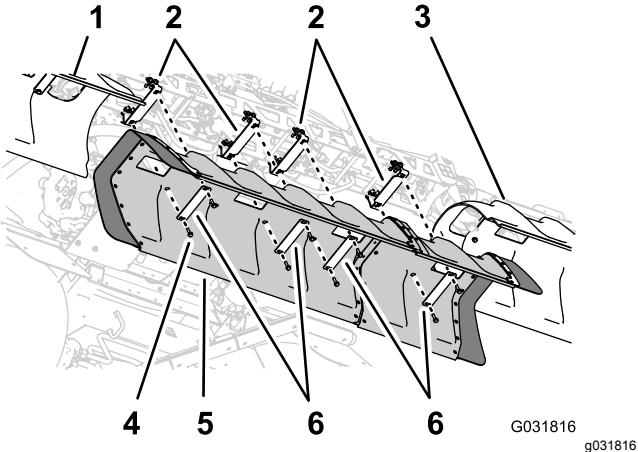

Figura 237
- Alinee los orificios de la cubierta de la sección central con los orificios del soporte de la cubierta de la sección central (Figura 237).
- Alinee los orificios de 2 de las pletinas de sujeción que retiró en el paso 1 de 10 Retirada de la cubierta de la sección central \(11 boquillas\) del kit opcional de brazo cubierto (página 23) con los orificios de la cubierta y 2 de los soportes (Figura 237).
- Alinee los orificios de las 2 pletinas de sujeción (Pieza Toro Nº 120-0629) con los 4 orificios restantes de la cubierta y los 4 orificios restantes de los soportes de sujeción (Figura 237).
5. Monte las pletinas de sujeción y la cubierta a los soportes (Figura 237) con los 4 pernos con arandela prensada (5/16 x 1 1/4" – Pieza Toro N° 323-36).